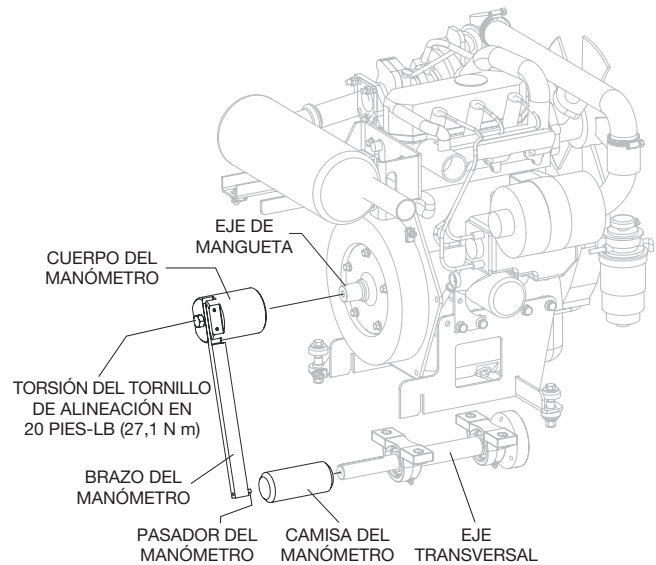
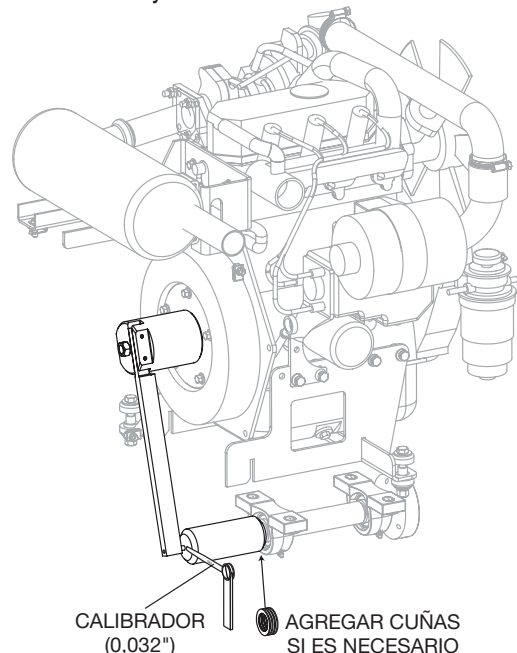
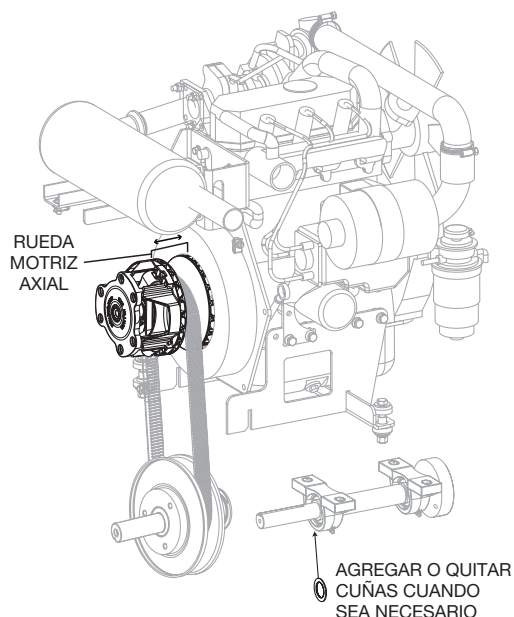

Figura 14. Alineación del eje transversal
Figura 15. Acuada
Figura 23. Movimiento de la rueda motriz axial
Consulte la Figura 14.
5. Vuelva a instalar la camisa del manómetro en el eje transversal. Inserte un calibrador de 0,032" (Figura 15) entre el pasador del manómetro y la camisa del manómetro.
3. Revise el movimiento de la rueda motriz axial (vea la Figura 23) en el embrague de impulsión en una dirección empujando la cara de la rueda motriz superior **hacia el motor**. Debe advertir un leve movimiento de la rueda motriz en la dirección en que está empujando.
- Si la rueda motriz axial **no se mueve hacia el motor**, saque una cuña junto al cojinete del eje transversal. Si la rueda motriz axial **no se mueve hacia afuera del motor**, agregue una cuña junto al cojinete del eje transversal. Consulte la Figura 23. Vuelva a colocar una cuña si es necesario hasta que haya movimiento axial en ambas direcciones. Consulte la Figura 14 y la Figura 15.